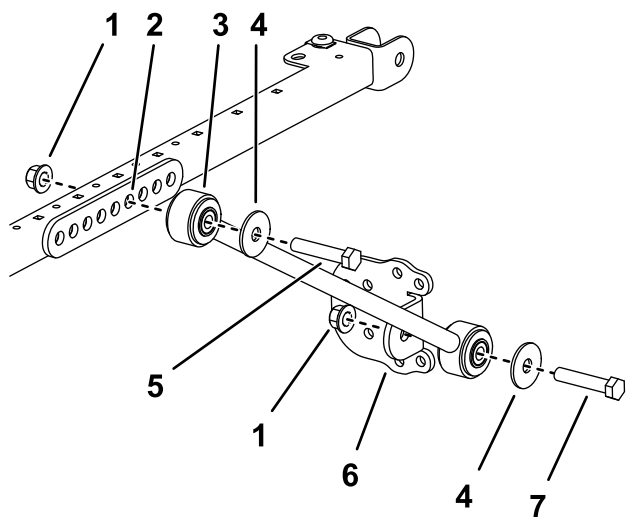

Рисунок 45
5. С каждой стороны рамы солнцезащитного навеса прикрепите, не затягивая, удлинительное звено к четвертому отверстию кронштейна подпорки с помощью 2 болтов ($\frac{1}{2}$ x 2 $\frac{3}{4}$ дюйма) и 2 фланцевых гаек ($\frac{1}{2}$ дюйма), как показано на рис. **Рисунок 45**.
6. Прикрепите, не затягивая, кронштейн подпорки к каждой подпорке с помощью болта (½ x 2½ дюйма), шайбы (½ дюйма) и фланцевой гайки (½ дюйма), как показано на Рисунок 45.